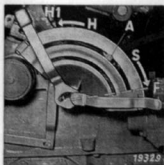

Bild 41
Zur Einstellung des Freiganges wird der Steuerhebel H 1 (Bild 41) bis zum Endanschlag des Segmentbogens nach unten gebracht (F), dabei muß der Vorwählhebel in Pos. Lageregelung stehen.